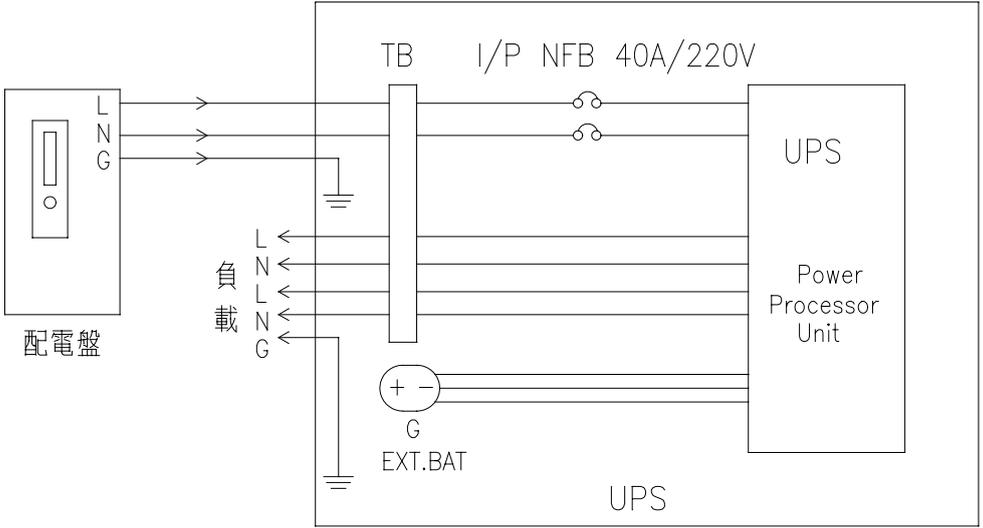
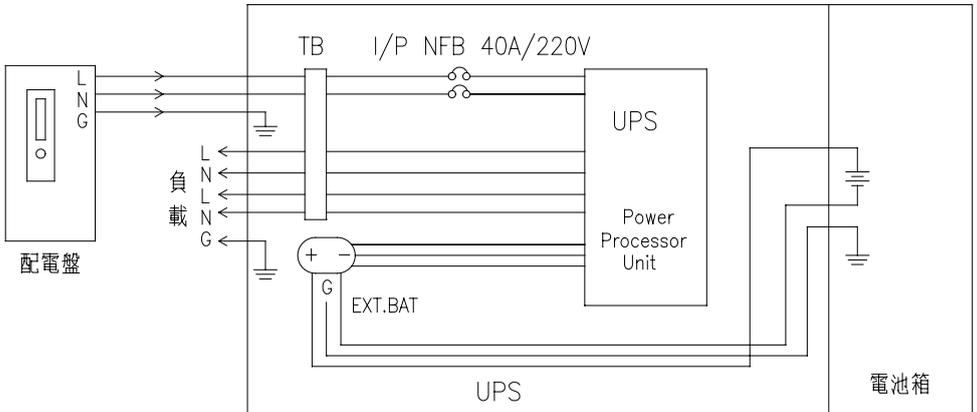

Fig 1-1.1 標準機之配線圖
Fig 1-1.2 外加長效型電池之配線
1. 配線：標準機及長效型之配線, 如 Fig 1-1.1 及 Fig 1-1.2 所示: